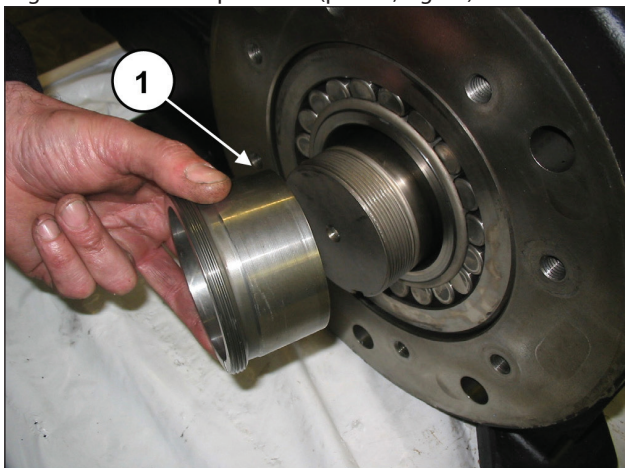

Fig. 27
Togliere la bussola di pressione (pos. ①, Fig. 27).